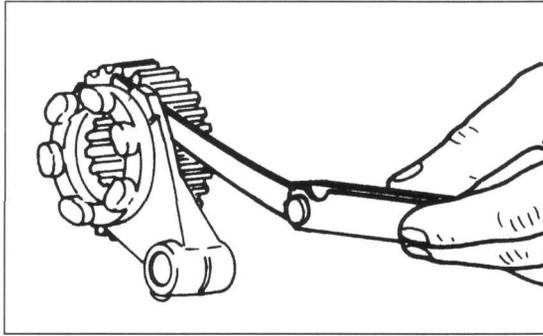

Bild 204
- Spiel der Schaltgabeln in ihren entsprechenden Nuten messen (Bild 204). Sollwert 0,070 - 0,285 mm; Verschleissgrenze 0,40 mm.